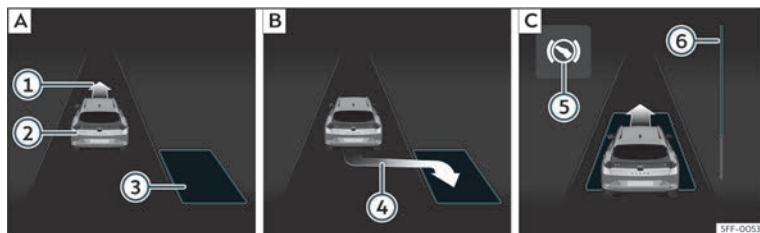
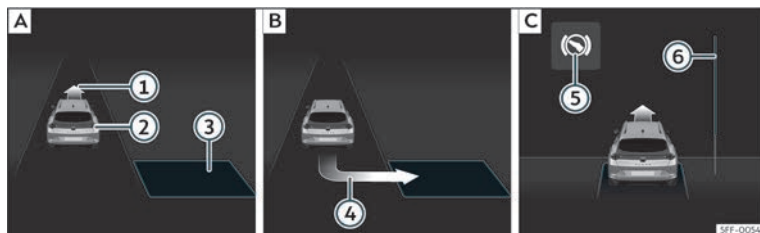

Fig. 191 A la pantalla del quadre d'instruments: aparcar en línia. [A] Cercar un espai per aparcar. [B] Posició per aparcar. [C] Maniobrar.
Fig. 192 A la pantalla del quadre d'instruments: aparcar en bateria. [A] Cercar un espai per aparcar. [B] Posició per aparcar. [C] Maniobrar.
- Mireu la visualització de la pantalla del quadre d'instruments si s'ha detectat l'espai en qüestió com a "apropiat" i si s'ha arribat a la posició correcta per aparcar-hi»» **fig. 191 [B]** o»» **fig. 192 [B]**. L'espai es considera "apro-
• Retrocediu fins que soni el senyal continu del ParkPilot; **O BÉ:** retrocediu fins que a la pantalla del quadre d'instruments aparegui la indicació de fer marxa endavant»» **fig. 191** [C] o»» **fig. 192** [C]; **O BÉ:** retrocediu fins que a la pantalla del quadre d'instruments aparegui el missatge **Park Assist finalizado**. La barra de progrés [6] indica la distància que cal recórrer»» pàg. 293.
• Feu marxa endavant fins que soni el senyal continu del ParkPilot; **O BÉ:** feu marxa endavant fins que a la pantalla del quadre d'instruments aparegui la indicació de fer marxa enrere. El sistema d'aparcament assistit dirigeix el vehicle marxa endavant i marxa enrere fins a centrar-lo en l'espai buit»» **fig. 191** [C] o»» **fig. 192** [C].
La barra de progrés»» **fig. 191** [6] i»» **fig. 192** [6] mostra simbòlicament a la pantalla del quadre d'instruments la distància relativa que queda encara per recórrer. Com més gran és la distància, més plena és la barra de progrés. En circular marxa endavant, el contingut de la barra de progrés disminueix cap amunt, i en circular marxa enrere, disminueix cap avall.